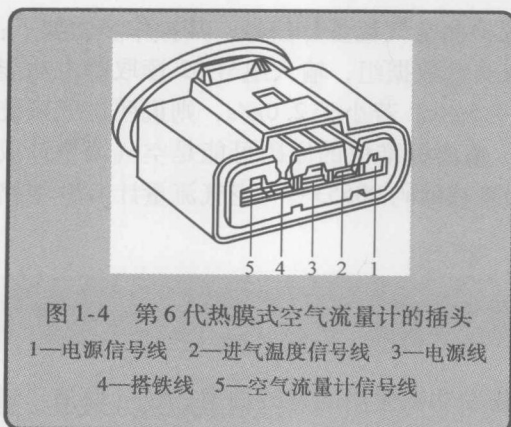
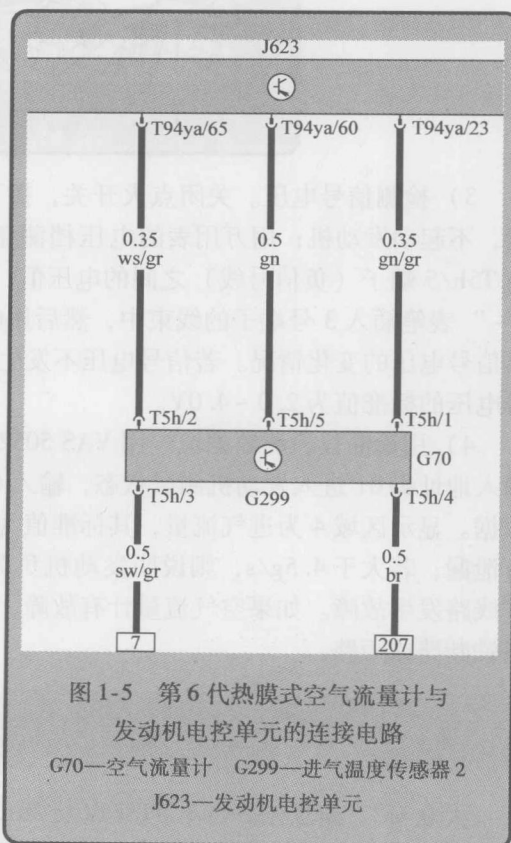

图 1-4 第 6 代热膜式空气流量计的插头
图 1-5 第 6 代热膜式空气流量计与
(2) HFM6 的检测 大众新迈腾 1.8TSI 发动机使用的是第 6 代热膜式空气流量计 G70 (HFM6)，用以测量发动机的进气量。图 1-4 所示为该空气流量计的插头，图 1-5 所示为该空气流量计与发动机电控单元 J623 的连接电路。